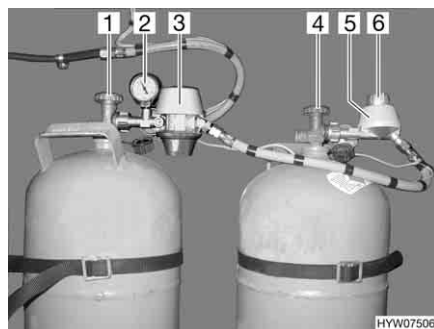
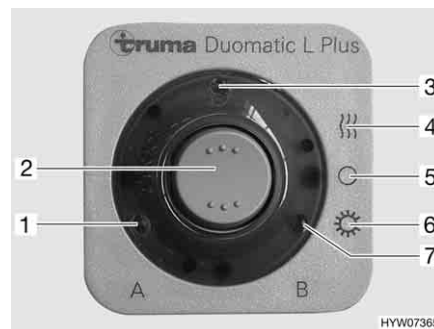

Fig. 64 Impianto di commutazione Duomatic
Fig. 65 Centralina di controllo
L'impianto di commutazione Duomatic è costituito da un regolatore centrale (Fig. 64,3) e da un regolatore di commutazione (Fig. 64,5). Con la manopola (Fig. 64,6) sul regolatore di commutazione è possibile stabilire, quale delle bombole del gas viene utilizzata come bombola in uso e quale bombola del gas viene utilizzata come bombola di riserva.
Il manometro (Fig. 64,2) sul regolatore centrale indica la pressione nella bombola del gas, non il livello della bombola del gas. Con il manometro è possibile verificare la tenuta della bombola del gas.
Sulla centralina di controllo (Fig. 65) possono venire azionate solo le funzioni elettriche. Le valvole principali di arresto delle bombole del gas (Fig. 64,1 e 4) devono essere aperti manualmente.
- Aprire le valvole principali di arresto delle bombole del gas (Fig. 64,1 e 4).
- Con la manopola (Fig. 64,6) sul regolatore di commutazione (Fig. 64,5) selezionare la bombola del gas, da cui proviene la principale alimentazione del gas (bombola in uso).
Quando la manopola si trova sul settore rosso l'alimentazione del gas proviene principalmente dalla bombola del gas con il regolatore centrale (Fig. 64,3).
Quando la manopola si trova sul settore verde l'alimentazione del gas proviene principalmente dalla bombola del gas con il regolatore di commutazione (Fig. 64,5).
- Sulla centralina di controllo (Fig. 65) attivare l'impianto di commutazione Duomatic.
Posizionare l'interruttore a bilico (Fig. 65,2) su funzionamento invernale "On e riscaldamento" (Fig. 65,4) oppure su funzionamento estivo "On" (Fig. 65,6). Ora entrambi i regolatori di pressione del gas sono disaerati. L'indicazione di funzionamento (Fig. 65,3) si accende.
- Portare l'interruttore a bilico (Fig. 65,2) in posizione "O" (Fig. 65,5). L'indicazione di funzionamento (Fig. 65,3) si spegne.
- Chiudere le valvole principali di arresto delle bombole del gas (Fig. 64,1 e 4).
Le spie di controllo sulla centralina di controllo (Fig. 65) segnalano all'interno del veicolo, se le bombole del gas sono pronte al funzionamento.
- Spia di controllo "A" (Fig. 65,1): Bombola del gas sul regolatore centrale
- Spia di controllo "B" (Fig. 65,7): Bombola del gas sul regolatore di commutazione